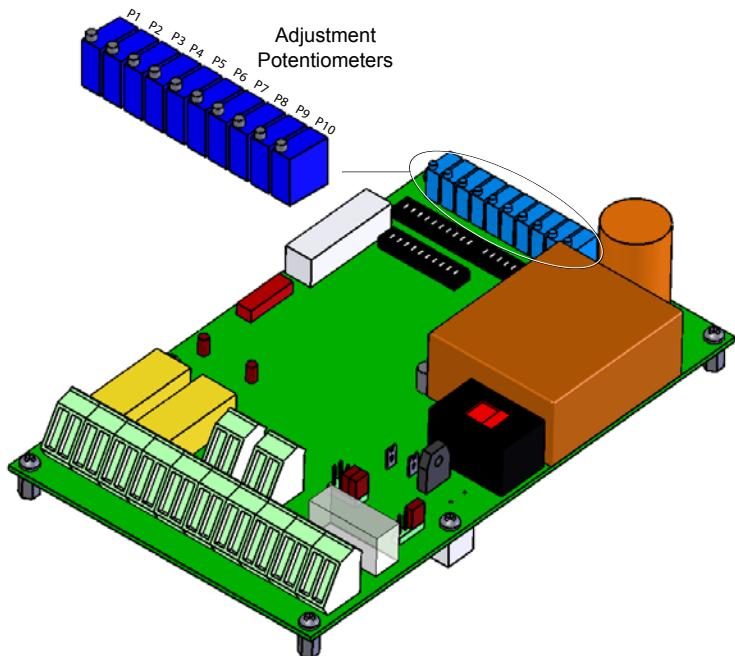
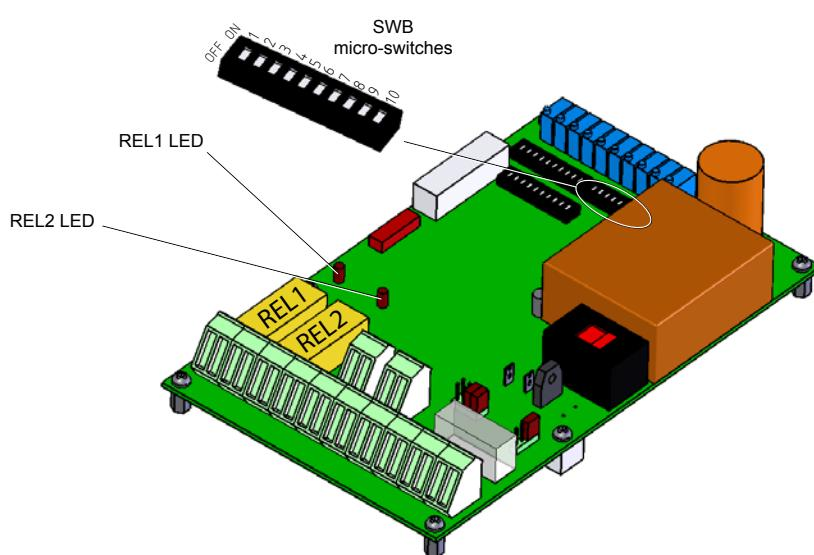

Fig. 2-11 Localización de los potenciómetros en la unidad acondicionadora
Fig. 2-17 Localización de los diodo REL1 Y REL2
El ajuste del retraso en la actuación del relé REL1 se realiza mediante el potenciómetro P1. Para ajustar el retraso al relé REL2 se actúa mediante el potenciómetro P2. La Fig. 2-11 muestra al usuario donde están localizados los dos potenciómetros en la unidad acondicionadora.
Ajustar el potenciómetro P6 y P7 (ver Fig. 2-11) a  $0\text{ V} \pm 10\text{ mV}$  en el mili-voltímetro.
Ajustar el potenciómetro P8 (ver Fig. 2-11) para obtener un valor inicial de  $\pm 50\text{ }\mu\text{A}$  (ej.  $4\text{ mA} \pm 50\text{ }\mu\text{A}$ ) en el mili-amperímetro.
- Ajustar P4 (ver Fig. 2-11) para obtener  $U_{O/P}$  con una precisión de  $\pm 10\text{ mV}$ .
- Ajustar P10 (ver Fig. 2-11) para obtener  $I_{O/P}$  con una precisión de  $\pm 50\text{ }\mu\text{A}$ .
Conectar un voltímetro entre las terminales 15 ( $U_{O/P}$ ) y 9 (0 V) en la unidad acondicionadora. Ajustar P9 (ver Fig. 2-11) para obtener  $U_{O/P}$  con una precisión de  $\pm 20 \text{ mV}$ . Girar P3 hasta que se ilumine el diodo del relé REL1 (ver Fig. 2-17). Girar P3 suavemente hasta que el diodo del relé REL1 se apague. La detección se ha realizado.
Conectar un voltímetro entre las terminales 15 ( $U_{O/P}$ ) y 9 (0 V) en la unidad acondicionadora. Ajustar P9 (ver Fig. 2-11) para obtener  $U_{O/P}$  con una precisión de  $\pm 20 \text{ mV}$ . Girar P5 hasta que se ilumine el diodo del relé REL2 (ver Fig. 2-17). Girar P5 suavemente hasta que el diodo del relé REL2 se apague. La detección se ha realizado.